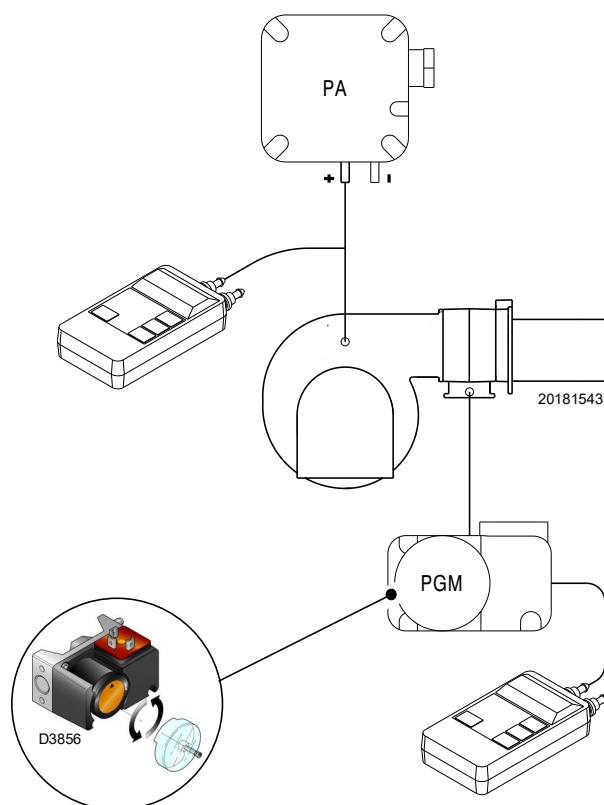

Fig. 30
- Regular el presostato gas de máxima (Fig. 30 a pág. 33) al final de la escala.
Después de haber efectuado todas las demás regulaciones del quemador, con el presostato gas de máxima regulado al final de la escala, efectuar la regulación del presostato gas de máxima, (Fig. 30).